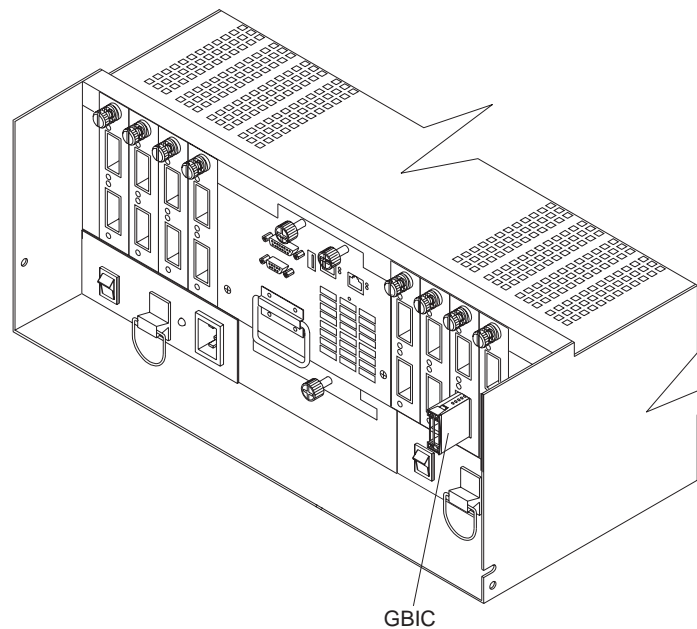

Abbildung 30. GBIC in einer FAStT500 installieren
1. Setzen Sie einen GBIC in einem Mini-Hub-Laufwerkanschluss an der Rückseite der FAStT500 ein, wie in Abb. 30 dargestellt.